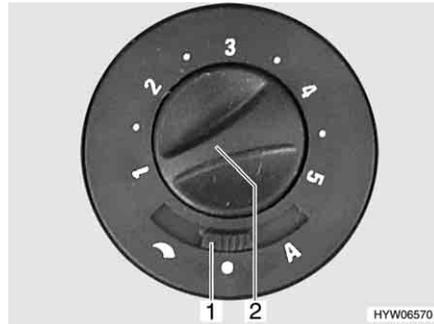

Bild 125 Bedienschalter für Umluftgebläse
- Den Schiebeschalter (Bild 125,1) auf "☾" (Handregelung) oder "A" (Automatikbetrieb) stellen.
- Mit dem Drehknopf (Bild 125,2) die gewünschte Leistung des Umluftgebläses einstellen (Handregelung) oder begrenzen (Automatikbetrieb).
- Den Schiebeschalter (Bild 125,1) auf "●" (Aus) stellen.